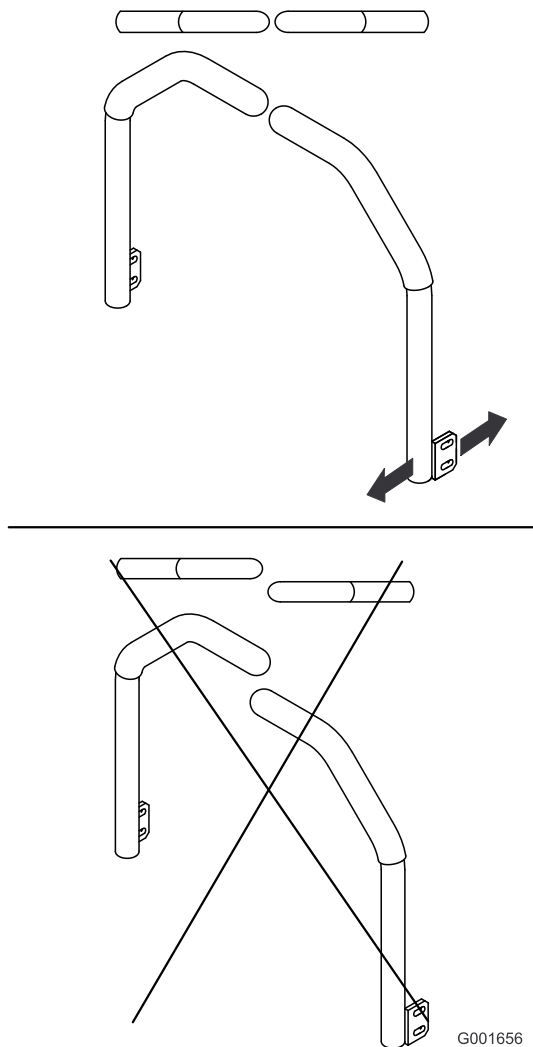

Figura 78
5. Ajuste las palancas de control de forma que queden alineadas entre sí y apriete los pernos para fijar las palancas a los soportes (Figura 78).